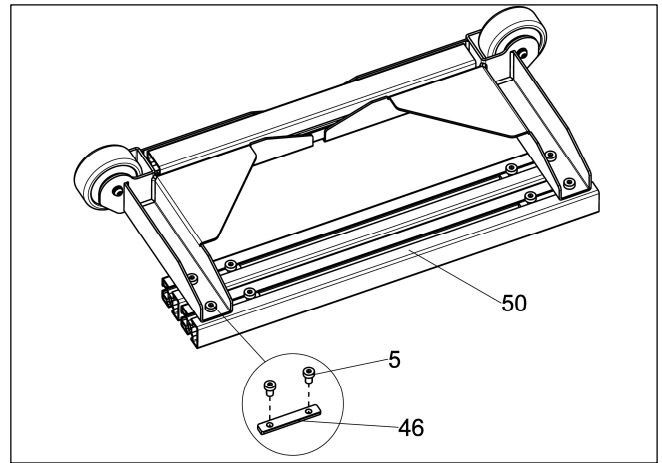

Abb.5
a. Drehen Sie die hintere Eckhalterungsbaugruppe "A" auf dem Boden um, lösen Sie die Verschraubung "5" und entfernen Sie den langen Seitenholm "50" und die Sperrblöcke "46". (siehe **Abb.5**)